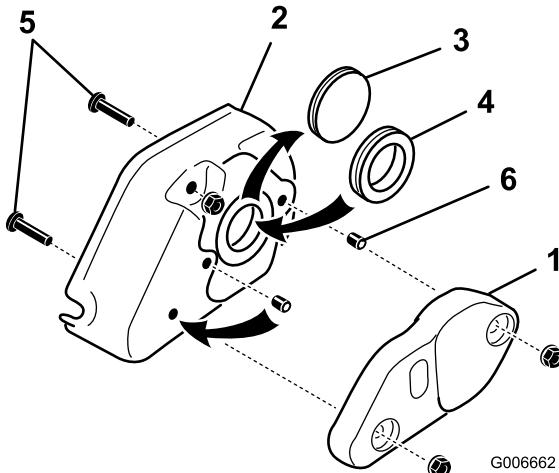

図 28
31. グルーマのウェイトをグルーマカバーに固定している 5/16 in フランジナット 2 個を外してウェイトを取り外す図 28。
32. カバーについているむくのハトメを取り外してゴム製のグロメットリングに交換する図 28。
33. カバーにねじ込んである 5/16 x 1-1/4 ネジ 2 本を取り外す図 28。
34. グルーマカバーのセンター穴から固定ねじを取り外す図 28。この固定ねじと、キットに入っているもう 1 つの固定ねじを、先ほどまでカバー取り付けねじが入っていた穴に取り付ける。取り付ける前に、固定ねじにロクタイトを塗りつける。固定ねじがカバーと面一になっていることを確認すること。